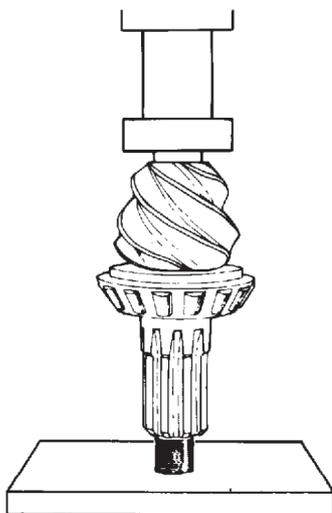

Figura 50
C. Monte o novo rolamento piloto, utilizando uma ferramenta adequada ou uma prensa (Figura 50);